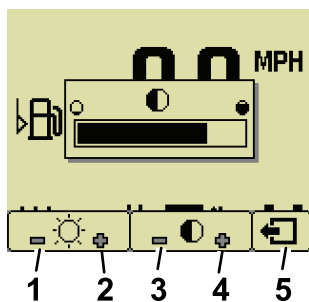

Figura 20
2. Utilizzate le icone più e meno per modificare la barra del menu pop-up luminosità/contrasto (Figura 20).